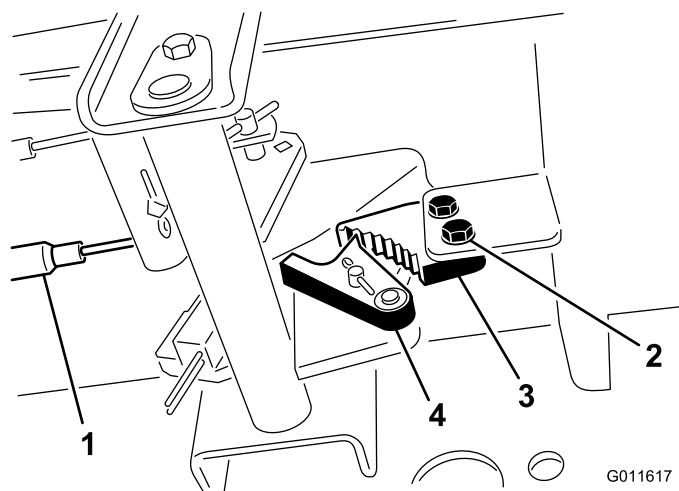

図 36
1. 駐車ブレーキのツメをフレームに固定しているネジ2本をゆるめる (図 36)。
2. ブレーキのツメが戻り止めに完全に掛かるまで駐車ブレーキペダルを前に踏み込む(図36)。